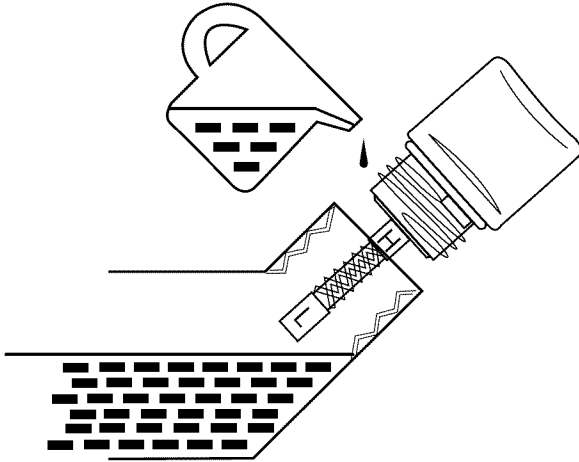

Figura 32 – Control del nivel de aceite
- Nivel de aceite aceptable: se puede ver el aceite sobre las rayas que hay entre las líneas H (alto) y L (bajo) del tapón de llenado/la varilla de medición del aceite (*vea la Figura 32*).